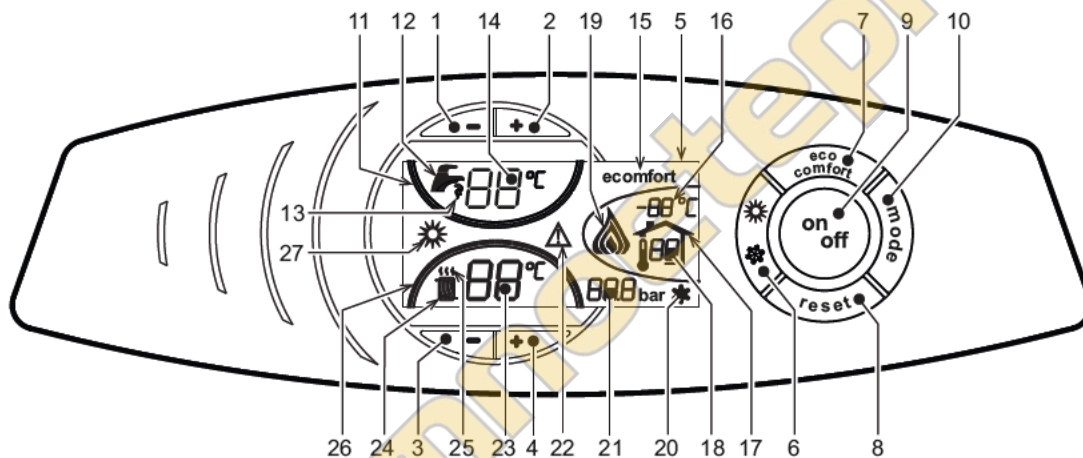
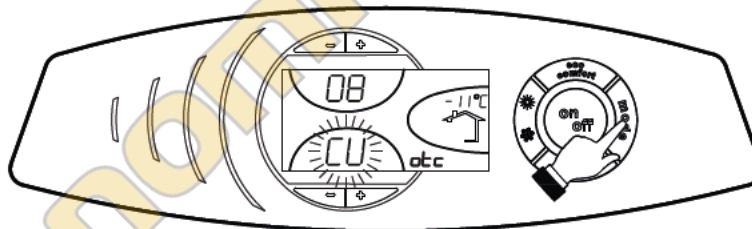
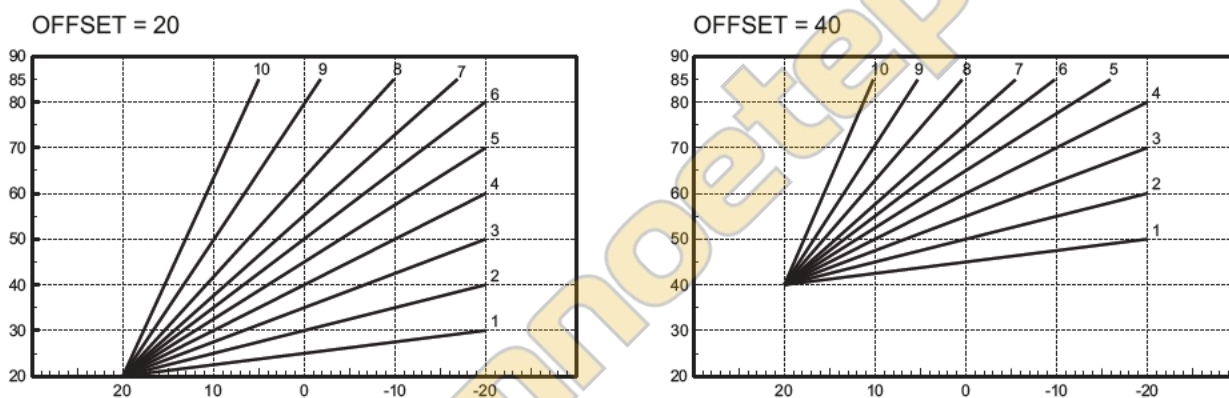

рис. 1 - Панель управления
рис. 11 - Кривая компенсации
рис. 14 - Пример параллельного смещения компенсационных характеристик
О поступлении команды на включение отопления (от комнатного термостата или от пульта ДУ с таймером) предупреждает мигание индикатора теплого воздуха, установленного на радиаторе (дет. 24 и 25 рис. 1).
Индексные метки с подсветкой системы отопления (дет. 26 рис. 1) загораются по мере приближения измеряемой датчиком температуры к заданному значению.
О поступлении команды на включение системы ГВС, генерируемой при заборе горячей воды, предупреждает мигание соответствующего индикатора на кране (поз. 12 и 13 рис. 1). Убедитесь, что функция Comfort (поз. 15 ) находится в активном режиме рис. 1
Индексные метки с подсветкой системы ГВС (поз. 11 рис. 1) загораются по мере приближения измеряемой датчиком температуры к заданному значению
При включенной системе нагрева воды в бойлере (заводская установка) на дисплее отображается символ режима COMFORT (поз. 15 рис. 1); наоборот, если система нагрева выключена, на дисплее высвечивается символ режима ECO (поз. 15 рис. 1)
Бойлер может быть выключен пользователем (режим ECO) путем нажатия кнопки  (поз. 7 рис. 1). Для включения режима COMFORT снова нажмите клавишу  (поз. 7 рис. 1).
Нажмите клавишу  (дет. 9 рис. 1) в течение 1 секунды.
Для повторного включения котла вновь нажмите клавишу  (дет. 9 рис. 1) в течение 1 секунды.
- Нажмите кнопку ON/OFF (9 рис. 1).
Нажмите клавишу  (роз. 6 рис. 1) в течение 1 секунды.
На дисплее высвечивается символ "Лето" (поз. 27 рис. 1). При этом котел будет вырабатывать только воду для ГВС. При этом система защиты от замерзания остается активной.
Для выключения режима "Лето" вновь нажмите клавишу  (дет. 6 рис. 1) в течение 1 секунды.
Температура в системе отопления регулируется в пределах от 30 °С до 90 °С с помощью клавиш  (дет. 3 и 4 рис. 1); однако, не рекомендуется эксплуатировать котел при температуре ниже 45 °С.
Температура  в системе ГВС регулируется в пределах от 10°С до 65°С с помощью клавиш (поз. 1 и 2 рис. 1).
При наличии датчика температуры наружного воздуха (опция) на дисплее панели управления (дет. 5 рис. 1) отображается измеряемая этим датчиком температура. При этом система управления котлом работает в режиме "Плавающая температура". В этом режиме температура воды, подаваемой в систему отопления, регулируется в зависимости от климатических условий внешней среды с тем, чтобы обеспечить максимальный комфорт и экономию энергетических ресурсов в течение всего года. Так, при повышении внешней температуры понижается температура подачи воды в систему отопления, что производится по определенной "кривой компенсации".
С переключением на режим "Плавающей температуры" показатель температуры, устанавливаемый клавишами  (дет. 3 и 4 рис. 1) соответствует максимальной температуре подачи воды в систему отопления. Рекомендуется устанавливать максимальное значение заданной температуры с тем, чтобы позволить системе регулировать изменение температуры во всем диапазоне значений.
При однократном нажатии кнопки  (поз. 10 рис. 1) на дисплее выводится текущая компенсационная характеристика (рис. 11), которую можно изменить с помощью кнопок задания температуры воды ГВС  (поз. 1 и 2 рис. 1).
При нажатии кнопок регулировки температуры отопления  (поз. 3 и 4 рис. 1) открывается доступ к параллельному смещению характеристик (рис. 14), с помощью кнопок регулировки температуры в контуре ГВС  (поз. 1 и 2 рис. 1).
Для выхода из режима параллельного изменения кривых еще раз нажать клавишу  (дет. 10 рис. 1).